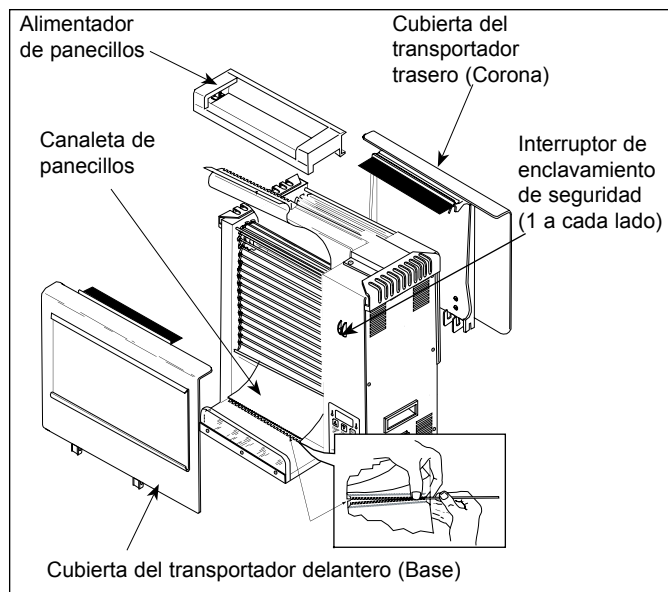
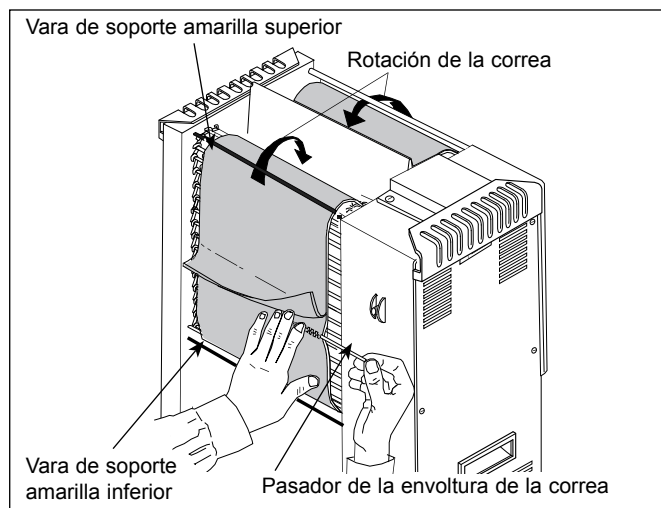

Figura 10. Cambio de la correa
Figura 13. Cambio de la envoltura de la correa
NOTA: Fíjese que ambos interruptores de enclavamiento de seguridad del transportador estén activados cuando estén instaladas las cubiertas (Figura 10) de lo contrario los transportadores no girarán.
1. Ubique la aleta de la bisagra en la envoltura de la correa, si no se ve la aleta de la bisagra; enchufe el cable de alimentación y encienda la unidad, presione hacia abajo ambos interruptores de enclavamiento de seguridad del transportador (Figura 10) y espere hasta que quede expuesta y centrada la aleta de la bisagra. Apague la unidad y desenchufe el cable de alimentación, levante la aleta, quite el pasador de bisagra y retire cuidadosamente la envoltura de la correa de la unidad (Figura 13). Descarte esta correa. Repita este proceso para el lado de atrás (Corona).
NOTA: Fijese que ambos interruptores de enclavamiento de seguridad del transportador estén activados cuando estén instaladas las cubiertas (Figura 10) de lo contrario los transportadores no girarán.